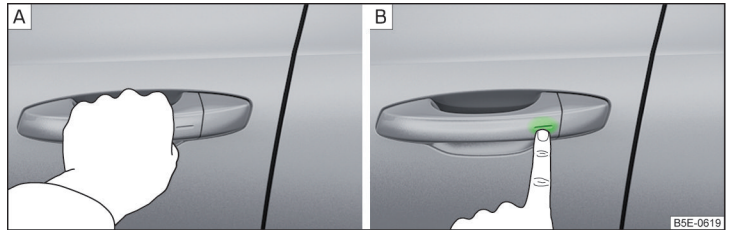

Abb. 31 Fahrzeug entriegeln / Fahrzeug verriegeln
- ▶ Den Türgriff greifen, um das Fahrzeug zu **entriegeln** » Abb. 31 - **A**.
- ▶ Den Sensor am Türgriff mit dem Finger berühren, um das Fahrzeug zu **verriegeln** » Abb. 31 - **B**.